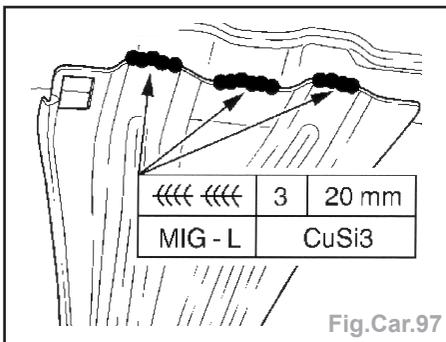

Fig.Car.97
- en 3 points l'arceau de toit sur renfort montant B (Fig.Car.97),